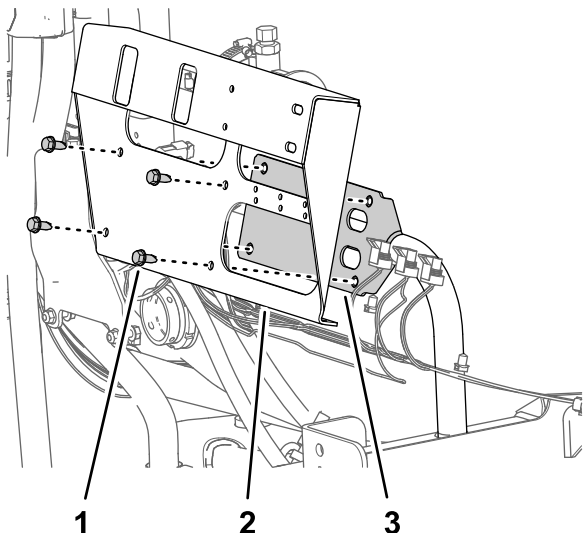

Figura 71
3. Retire os quatro parafusos de cabeça flangeada (5/16 x 3/4 pol.) que prendem o suporte da válvula de secção da montagem da válvula e retire o suporte da válvula da máquina (Figura 71).